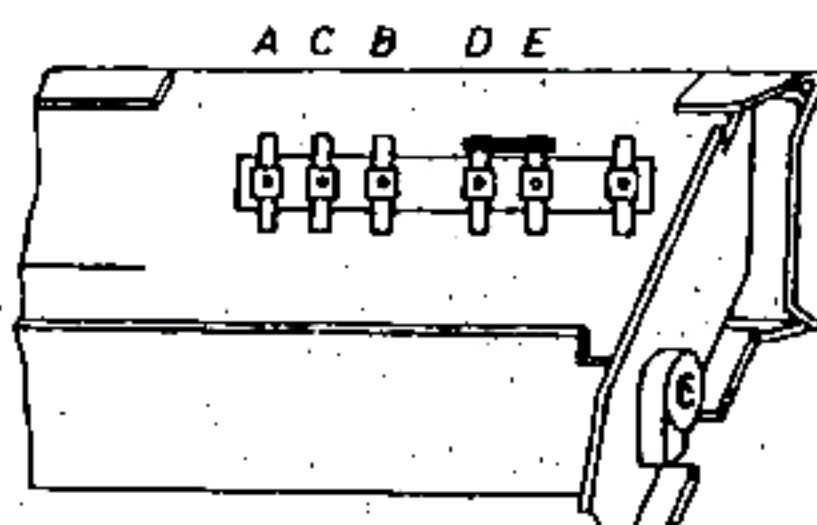

Abb. 4
- Bei 6 V, + oder - Pol der Batterie an Masse, Anodenspannung des Hauptempfängers größer als 120 Volt, siehe Abb. 4 und 5. Dieser Anschluß gilt für die Geräte ohne Transistoren und KÖLN TR.